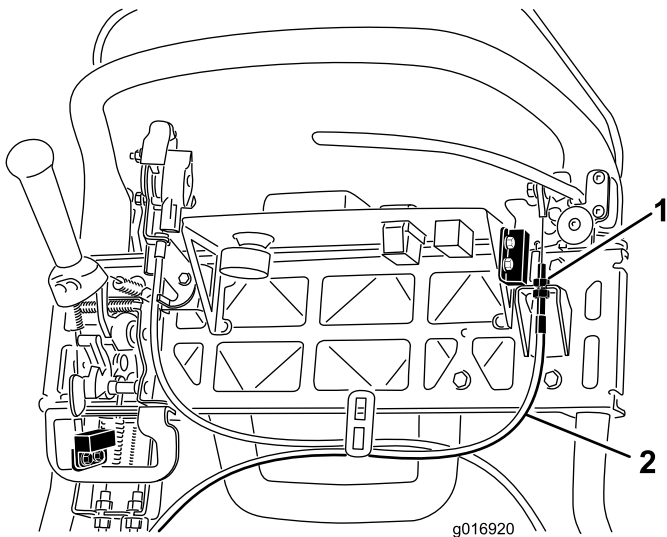

图41
3. 要增加拉线的张力，请拧松上部拉线锁紧螺母并拧紧下部拉线锁紧螺母(图41)，直至为了松开手刹锁定装置，需要对刹车制动杆手柄施加 156N 的力。切勿调整过度，或致使刹车带拖磨。